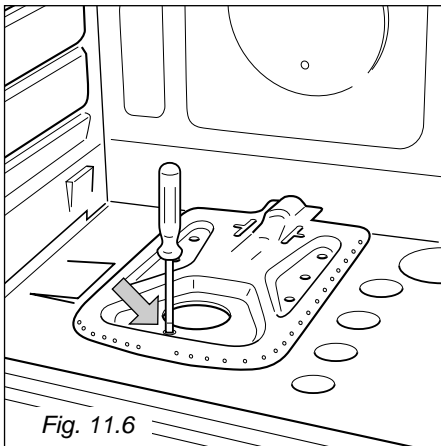

Fig. 11.6
- unscrew the burner fixing screw (Fig. 11.6)
- démonter le brûleur en dévissant la vis comme illustré dans la figure 11.6;